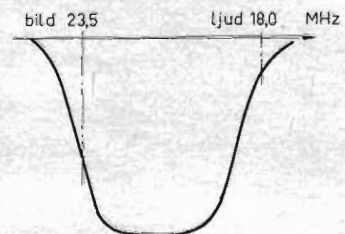

Fig. 3. MF-kurvans utseende.
- Svep över MF-bandet med signalgeneratoren kopplad till gallret på rör 3. En kurva liknande fig. 3 skall erhållas. Ev. snedhet korrigeras med en obetydlig vridning på kärnan i T7. Ytterligare snedtrimning av kretsarna skall ej företagas för att uppnå rätt frekvenskurva. Större avvikelser från kurvan i fig. 3 efter riktigt utförd trimning beror på komponentfel.